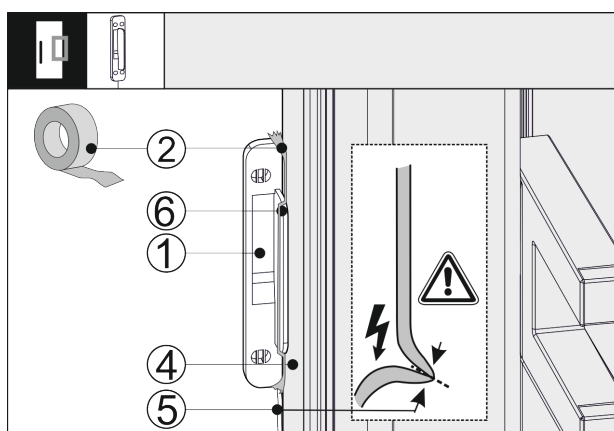

Fig. 42
- Sätt knackningssensorn Fig. 42 (1) på sidan av skåpdörren Fig. 42 (4), så att anslaget Fig. 42 (6) ligger emot skåpdörren Fig. 42 (4). Sensorkabeln Fig. 42 (5) är något spänd och ligger emot skåpdörren Fig. 42 (4).
- Fixera knackningssensorn Fig. 42 (1) med tejp Fig. 42 (2). Knackningssensorn skruvas sedan fast på möbelfronten.